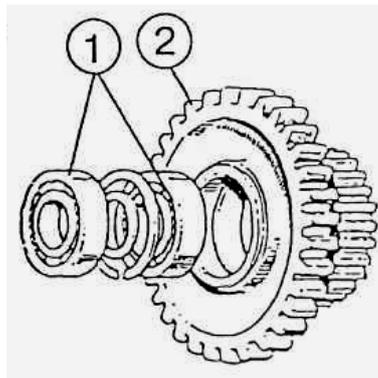

Рисунок 5.58
- 4.11) выпрессуйте из шестерни (2) (рисунок 5.58) подшипники (1);